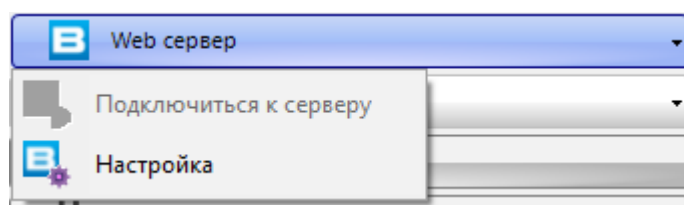

Рис. 13
- 3 Нажать кнопку «Web сервер» и выбрать пункт меню «Настройка» (рис. 13).